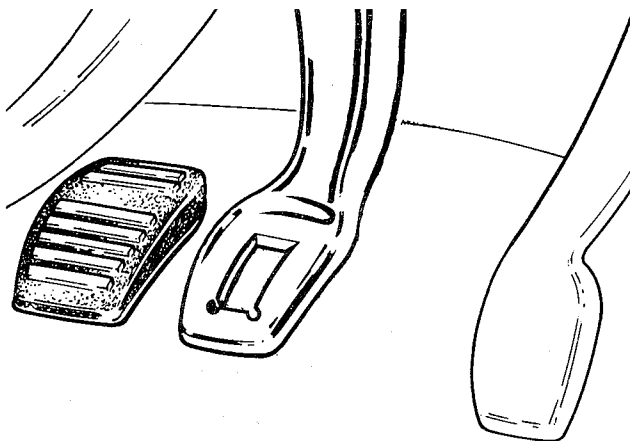

fig. 37
1. Se o pedal for substituído, aplicar cola para borracha no centro e laterais da borracha do pedal, e instalá-la no pedal, certificando-se que o ressalto da sapata fique perfeitamente assentado no rasgo do pedal (fig. 37)